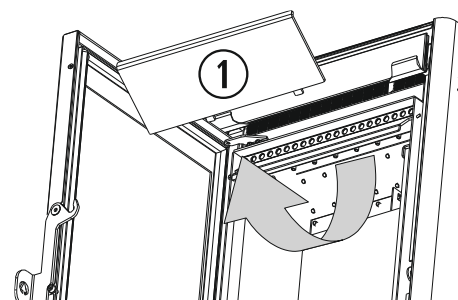

Figura 20
Se debe realizar una acción de limpieza a mayores sobre el hogar (②) de las estufas (figura 20). Debemos empujar hacia arriba la placa superior del hogar (①), hasta desencajar las pestañas que la fijan a la placa central y tirar de ella. Al finalizar, colocamos de nuevo la placa superior asegurándonos que las patillas queden correctamente encajadas.
①	Placa superior del hogar.
②	Intercambiador de calor.